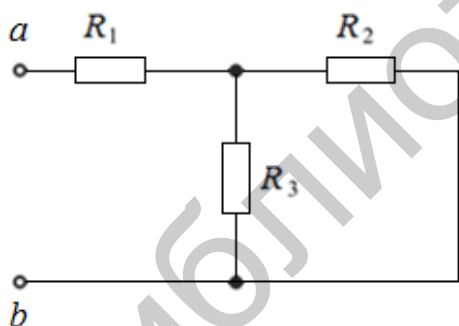

Рис. 68
1. Найти эквивалентное сопротивление на зажимах ab схемы электрической цепи (рис. 68), если $R_1 = 0,5 \text{ Ом}$; $R_2 = 9 \text{ Ом}$; $R_3 = 5 \text{ Ом}$.